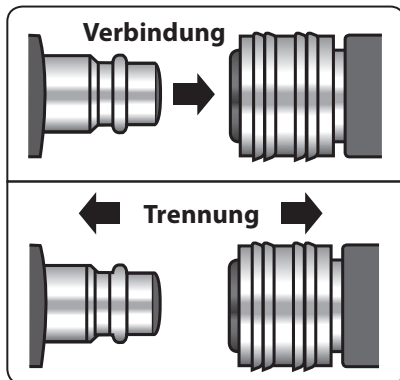

Abb. 5
**7) Stecken Sie in die Schnellkupplungen des Luftaustritts den Stecker der Schnellkupplung vom Druckschlauch oder einer anderen Anlage, z. B. eines Kondensatabscheiders, so dass beide Teile hörbar einrasten und verriegelt werden, siehe Abb. 5. Prüfen Sie, dass die Verbindung wirklich fest ist.**